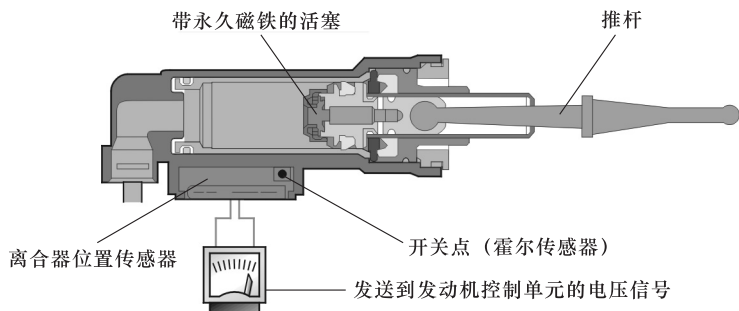

图 4-139 离合器踏板未踩下
(1) 未踩下离合器踏板 离合器踏板未踩下时推杆和活塞处于静止位置，如图 4-139 所示。离合器位置传感器内的电子分析装置将一个电压信号发送给发动机控制单元，有供电电压（蓄电池电压）时该电压为 2V。发动机控制单元凭此信号识别是否踩下了离合器踏板。